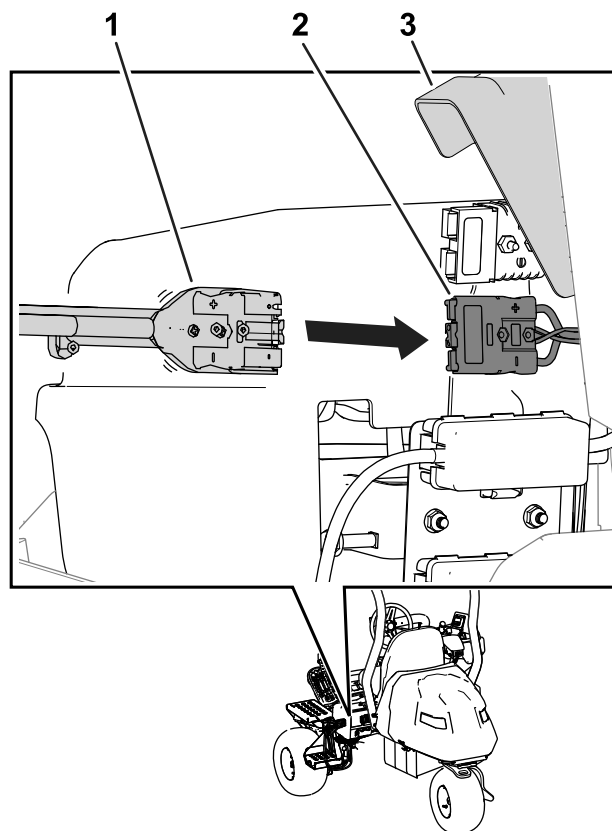

Figura 41
7. Levante la tapa del conector y enchufe el conector de salida del cargador en el conector del cargador de la máquina (Figura 41).